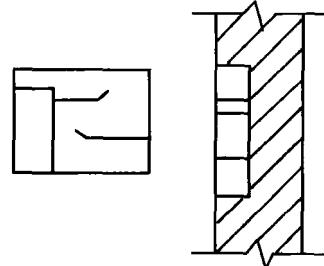

图1-4 壁龛
**壁龛:**指地墙壁上空缺一块用分好格的木框安在其内方便放置物件的一种简单的构件,如图1-4所示。